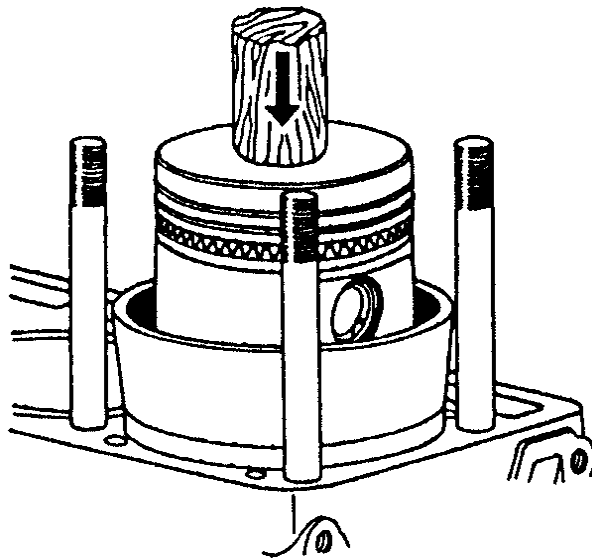

Рис.92. Установка поршня с кольцами в цилиндр
- установить на шатунные болты предохранительные латунные колпачки, смазать чистым маслом вкладыши, поршень, шатунную шейку коленчатого вала и гильзу цилиндра и с помощью оправки установить поршень в цилиндр (рис.92). Перед установкой поршней необходимо убедиться в том, что номер, выбитый на шатуне, соответствует номеру цилиндра, а надпись на поршне "ПЕРЕД" направлена к переднему торцу блока цилиндров;